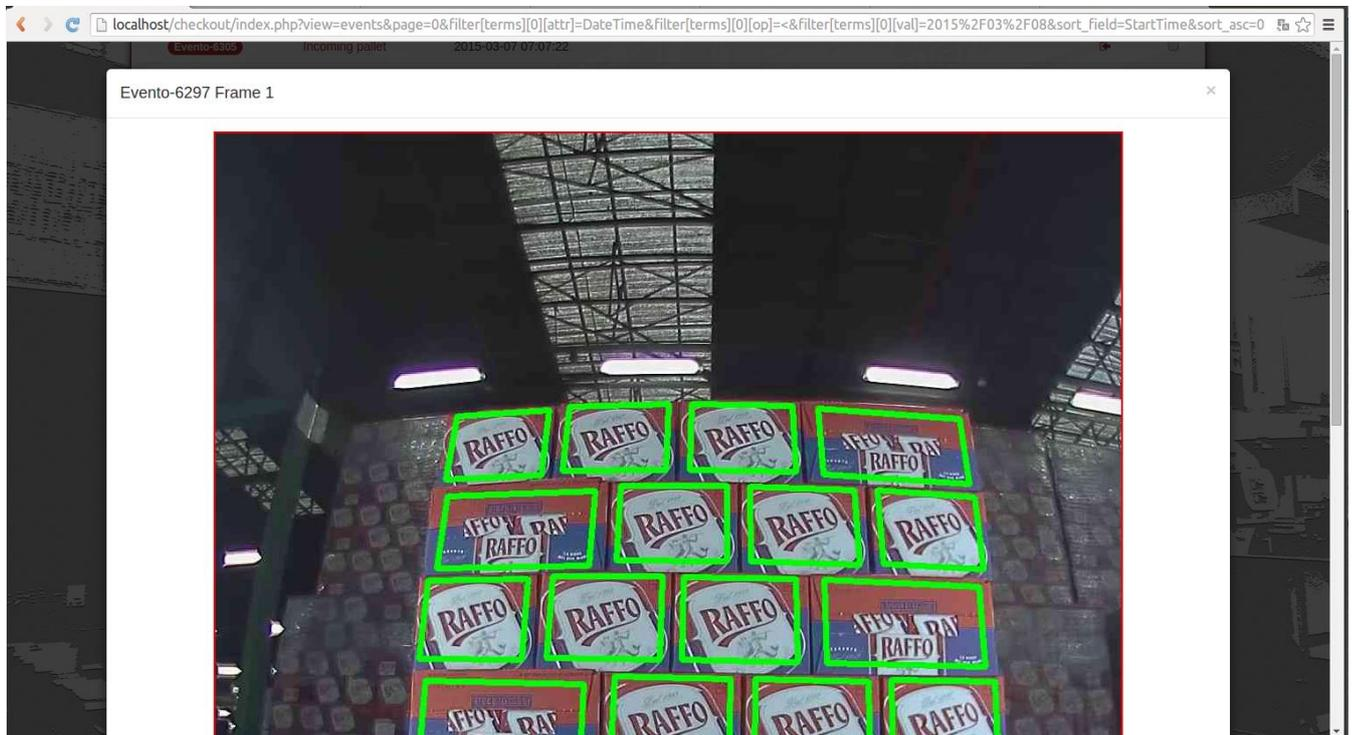

Fig. 3.2: Pop up window con il frame associato ad un evento.
8. **Immagine:** l'icona "Pallet"  e l'icona "Incoming pallet"  nella colonna **Immagine** consentono una visualizzazione diretta del frame associato all'evento, per immediate verifiche dei risultati dell'analisi automatica. (vedi Fig. 3.2)